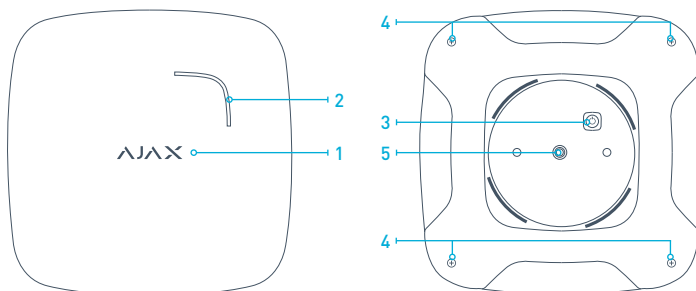
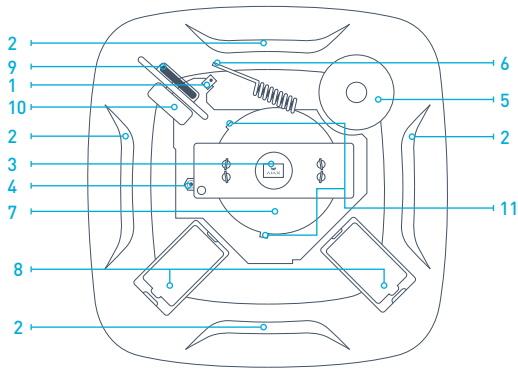

РИС. 1. Датчик FireProtect
РИС. 3 Устройство датчика.
4.1 Для регистрации датчика необходимо перевести приемное устройство охранной системы Ajax в режим «Добавить устройство» (как это сделать см. в руководстве к приемному устройству) и включить датчик зажатием кнопки «3» (РИС.1) на 3 секунды. В момент включения исправный датчик должен мигнуть зеленым светодиодом «1» (РИС.1). Запрос на регистрацию передается только в момент включения датчика! Если регистрация датчика в охранной системе по какой-либо причине не произошла, FireProtect мигает зеленым светодиодом 6 раз с периодичностью раз в секунду, после чего переходит в автономный режим. Чтобы повторить регистрацию – включите датчик зажав кнопку на 3 с и выдержав паузу в 5 секунд включите его снова. Если FireProtect был удален из списка зарегистрированных в охранной системе устройств, то он аналогично мигает зеленым светодиодом 6 раз с периодичностью раз в секунду, после чего автоматически переходит в автономный режим.
5.5 Активация режима тревоги сопровождается звуковым сигналом встроенной сирены и световой индикацией — на датчике загорается красный светодиод. В режиме тревоги предусмотрена возможность отключить звуковой сигнал примерно на 10 минут нажатием сенсорной кнопки «ТЕСТ» («1», РИС.1), которая находится в центре логотипа AJAX. Световая индикация тревоги при этом не отключается, на приемник при этом никаких сообщений не приходит и он продолжает детектировать тревогу. Если через 10 минут уровень дыма, температура или уровень содержания CO в воздухе не нормализовались, звуковой сигнал воспроизводится повторно.
5.11 Перед установкой обязательно проведите тест, чтобы убедиться в работоспособности датчика дыма. При включенном работающем датчике (без тревоги) зажмите на 5-10 секунд на корпусе кнопку «ТЕСТ» («4», РИС. 1) в центре логотипа AJAX, это переведет датчик в режим самотестирования приблизительно на 5 секунд. В режиме самотестирования проверяется работоспособность дымовой камеры, производится электронная имитация присутствия дыма, и если дымовая камера исправна – выдается звуковой сигнал.
6.3 Датчик имеет возможность компенсировать запыленность дымовой камеры, но только до определенного уровня, при превышении которого на централь сигнализации отправляется сообщение о необходимости очистки дымовой камеры. При неисправности дымовой камеры датчик выдает один длинный звуковой сигнал раз в полторы минуты! Для очищения камеры снимите крышку датчика, открутив 4 самореза «4» (РИС.1) на углах тыльной стороны корпуса датчика. После этого снимите плату с сенсорной кнопкой «3» (РИС.1) слегка потянув вверх, далее снимите пластиковую насадку, прикрывающую плату. Затем отсоедините защитную внутреннюю крышку блока дымовой камеры «7» (РИС.3) легко надавив на 2 из 3-х удерживающих защелок «11» (РИС.3). Продуйте извлеченный блок пылесосом, компрессором или очистите мягкой щеткой. Также удалите пыль с той части дымовой камеры, которая осталась на плате датчика. После завершения процедуры очистки обязательно необходимо нажать на плате датчика кнопку сброса сигнала «Камера загрязнена» «4» (РИС.3)! По нажатии на кнопку, буззер должен издать один короткий звуковой сигнал. Если эта кнопка не будет нажата, сигнал о необходимости очистки датчика продолжит поступать на централь. В случае, если камеру не очистили и нажали кнопку сброса сигнала «Камера загрязнена», сигнал о чрезмерном загрязнении дымовой камеры придет повторно через 4 дня.
Для замены батареи открутите саморезы «4» (РИС.1) и снимите крышку датчика. Замените разряженные батареи на новые, соблюдая полярность.